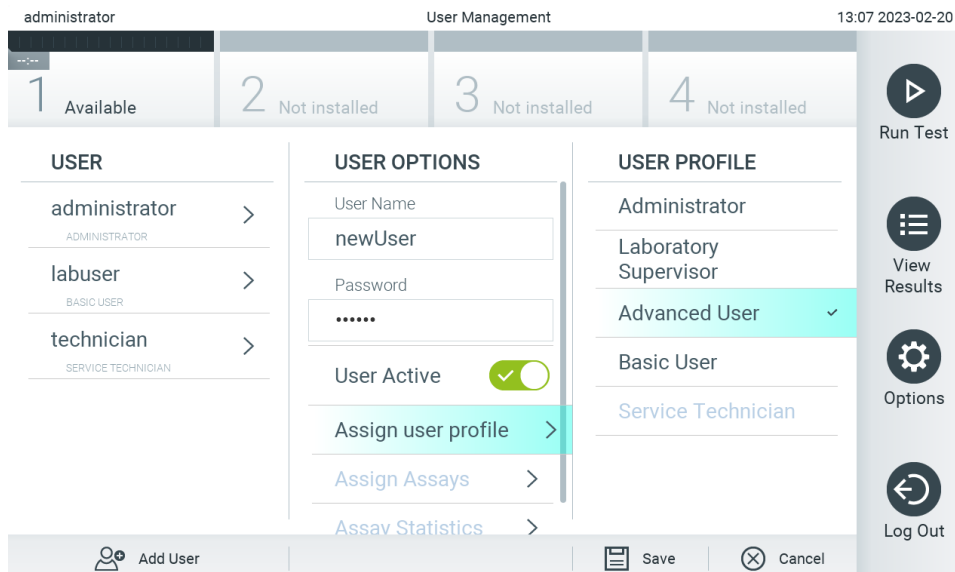

Figura 56. Alocarea unui profil de utilizator unui utilizator nou.
4. Apăsați **Assign User Profile** (Alocare profil de utilizator) și alocați profilul de utilizator corespunzător (din lista din dreapta zonei de conținut) noului utilizator (Figura 56).